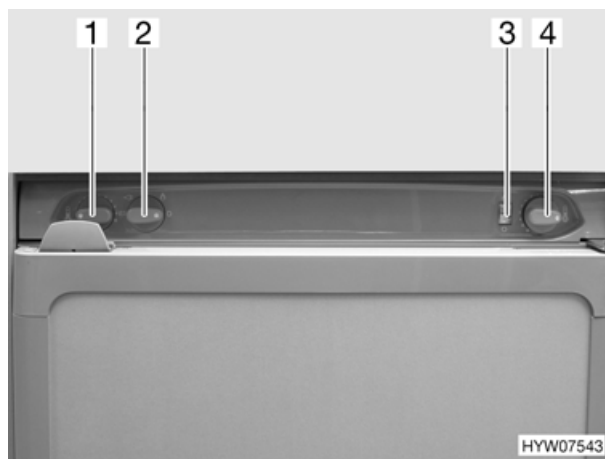

Fig. 66 Elementi di comando del frigorifero (variante 2)
- Posizionare il selettore di energia (Fig. 66,2) su gas .
- Spostare il pomello girevole (Fig. 66,4) in posizione 5, premerlo e mantenerlo premuto. L'alimentazione di gas è ora aperta. L'accensione avviene automaticamente. È udibile un ticchettio fino a quando procedura di accensione non è stata portata a termine.
- Mantenere premuto il pomello girevole finché l'indicatore di fiamma (Fig. 66,3) non diventa verde e poi rilasciarlo. Quando la fiamma si spegne, l'apparecchio di accensione ripete automaticamente il procedimento di accensione.
- Impostare la temperatura di refrigerazione con il pomello girevole (Fig. 66,4).
- Posizionare il selettore di energia (Fig. 66,2) su "O". Il frigorifero è spento.
- Posizionare il selettore di energia (Fig. 66,2) sull'alimentazione a 230 V .
- Impostare la temperatura di refrigerazione con il pomello girevole (Fig. 66,1).
- Posizionare il selettore di energia (Fig. 66,2) sull'alimentazione a 12 V .